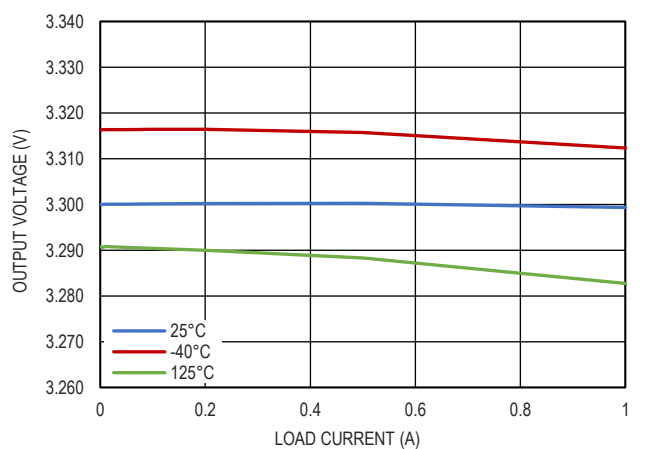

图 9. $V_{OUT} = 3.3V$ 时的负载调整率
VIOC 引脚用于控制前级开关电源 (例如降压、升压、降压-升压等)，无论 LDO 的输出电压如何，都能保持 GM12051-1 两端的恒定电压，以实现效率最大化的同时又保持 PSRR 的性能。VIOC 引脚是快速单位增益放大器的输出，用于测量 IN 和 OUT 之间的差值或 1.5V，以较高者为准。如图 9 所示，VIOC 特性简单易用。只需将 VIOC 引脚连接到前级开关电源的反馈 (FB) 引脚，就可调节 GM12051-1 的输入输出差分分到开关电源的反馈电压。并联多个 GM12051-1 时，将其中一个 GM12051-1 的 VIOC 引脚连接到上游开关转换器的反馈引脚，悬浮剩余 VIOC 引脚即可。